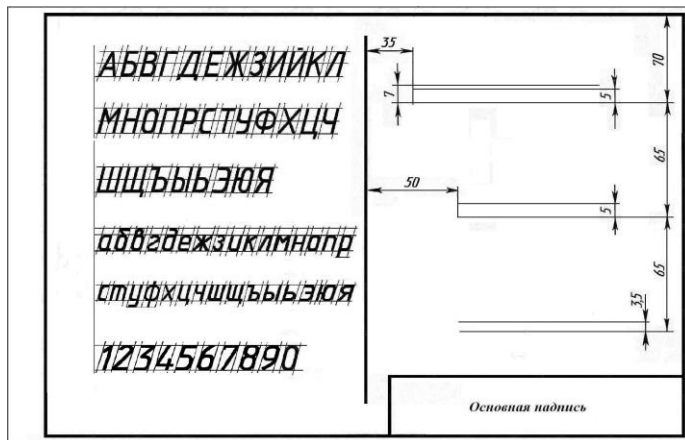

Рис.9. Начертание прописных и строчных букв, цифр
4. Карандашом М напишите прописные и строчные буквы, цифры (рис.9).